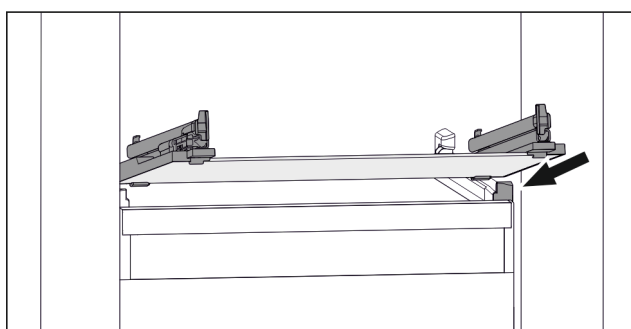

Fig. 48 Príklad zobrazenia sklenenej dosky
- ▶ Nasadte sklenenú dosku šikmo za zarážkami. (pozri Fig. 48)